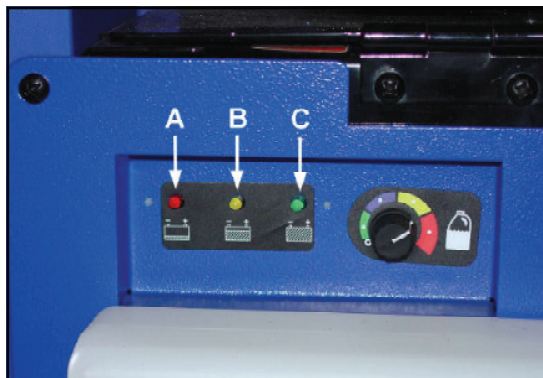
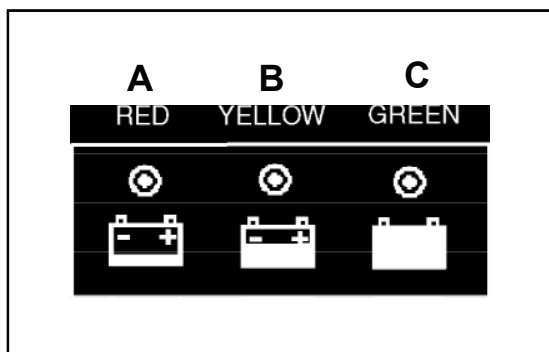

Figure 5
Figure 6
4. Observez le voyant lumineux pour vous assurer que le processus de charge a commencé (voir figure 5, A - Rouge, B - Jaune, C - Vert). Pour plus d'indications sur les couleurs, voir la figure 6.
2. Observez le voyant lumineux pour vous assurer que le processus de charge a commencé (voir figure 5, A - Rouge, B - Jaune, C - Vert). Pour plus d'indications sur les couleurs, voir la figure 6.